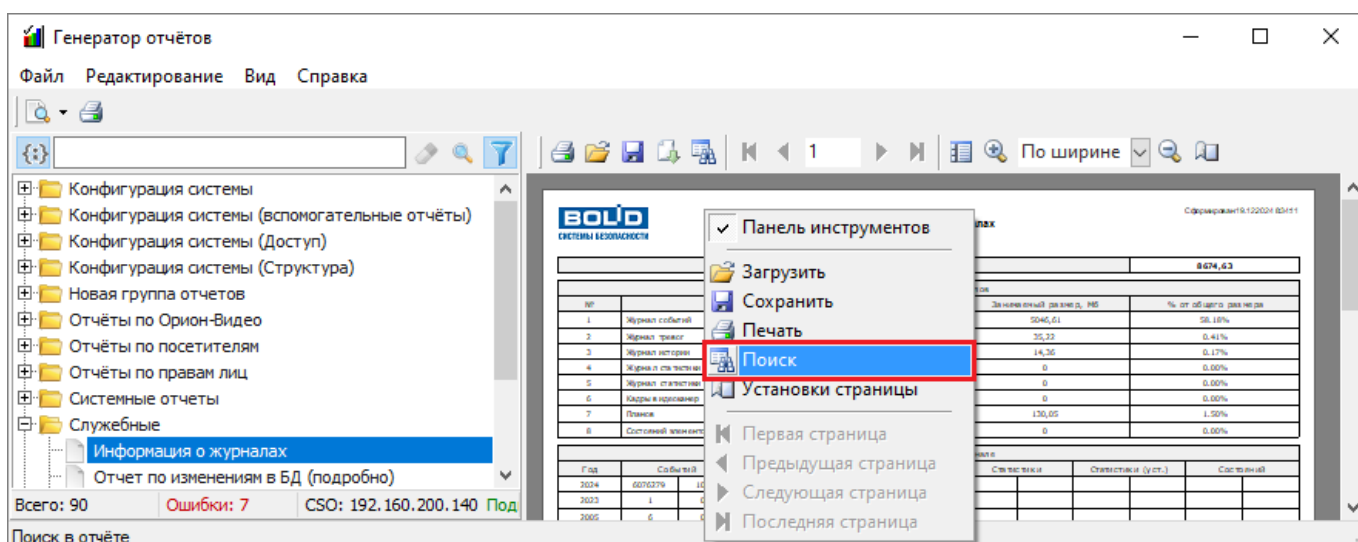

Рисунок 11-338 Инициализация поиска в отчете через контекстное меню области предварительного просмотра
- выберите в контекстном меню области предварительного просмотра (см. п. 11.5.5.1) пункт  «Поиск» (см. Рисунок 11-338).